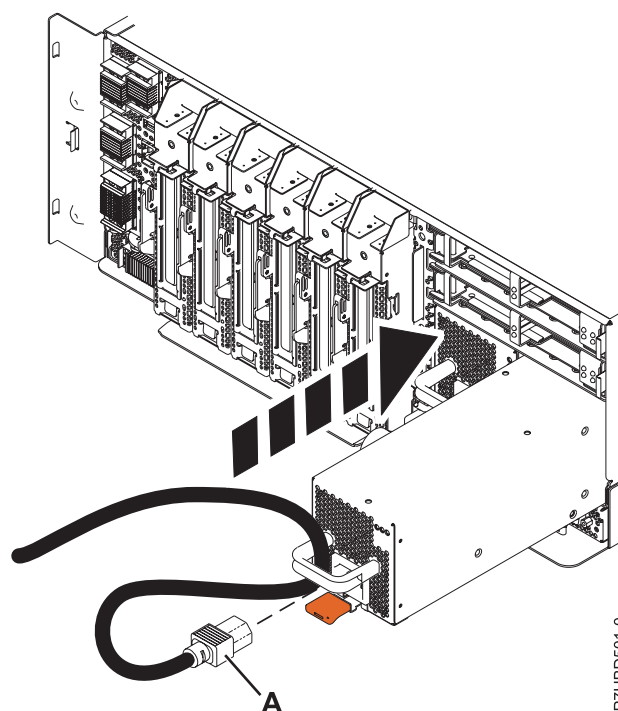

Figure 5. Remplacement de l'alimentation électrique
4. Alignez le bloc d'alimentation électrique avec la baie et glissez-le dans le système, jusqu'à ce qu'il s'emboîte dans son emplacement, comme illustré dans la figure 5.
5. Reliez le câble d'alimentation (A), comme illustré dans la figure 5.